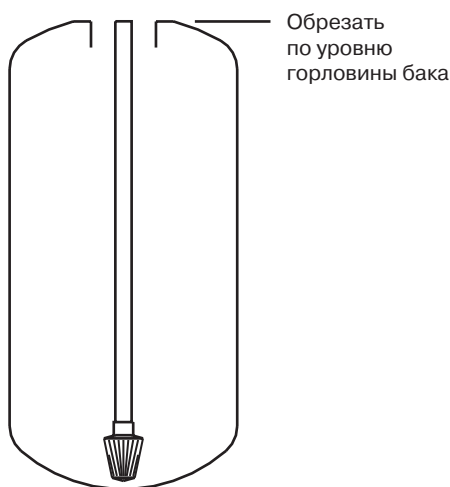

Рис. 2. Обрезка трубы дистрибьютора
2. Установите и отцентрируйте распределительную трубу с корзиной в корпусе установки (рис. 2,3).
3. Обрежьте трубу дистрибьютора в соответствии с рис. 2 и снимите фаску.